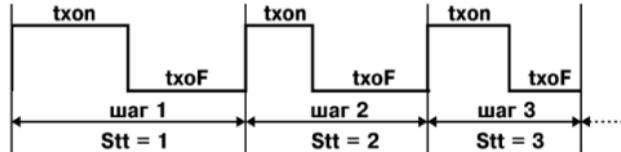

Рисунок 3.3
3.1.2.4 Каждый из тридцати шагов последовательности имеет свою пару параметров «**tXon**» и «**tXoff**», которая выбирается при программировании прибора параметром «**SStX**» (рисунок 3.3). Каждый цикл может содержать от одного до тридцати шагов, длительность каждого из которых задается параметрами «**tXon**» и «**tXoff**».